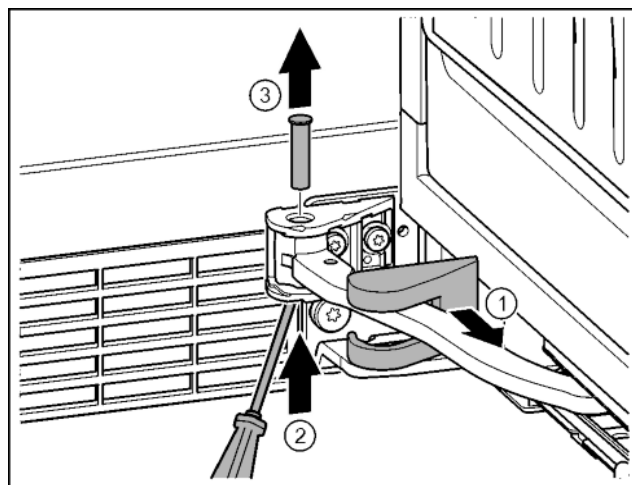

Fig. 19
- ▶ Desprindeți capacul suportului de lagăr și deplasați-l de-a lungul articulației. Fig. 19 (1)
- ▶ Ridicați de jos bolțul cu degetul sau șurubelnița. Fig. 19 (2)
- ▶ Aplicați șurubelnița sub capul bolțului și extrageți. Fig. 19 (3)